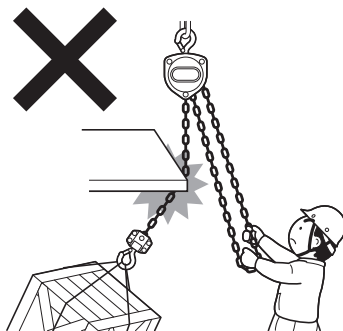

図7
(17) フックや本体を支点にして使用しないでください。
(18) 上下フックに損傷や変形がある物は使用しないでください。
(19) ロードチェーンが変形したり傷付いたチェーンブロックは絶対に使用しないでください。
(20) ロードチェーンを鉄板等の角に当てて操作しないでください。図7